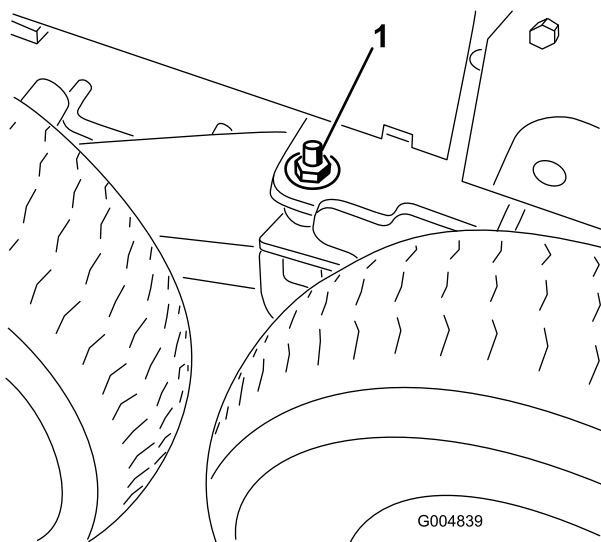

Figura 41
2. Retire a anilha plana (1/2 pol.) e a porca (1/2 pol.) instaladas no perno em cada articulação bogie (Figura 41).